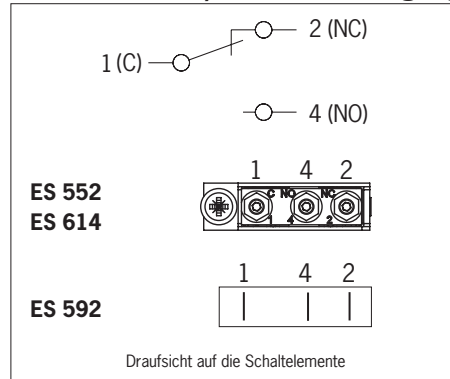

Bild 1: Schaltelemente und Anschlussbelegung
- ▶ Anschlussbelegung siehe Bild 1